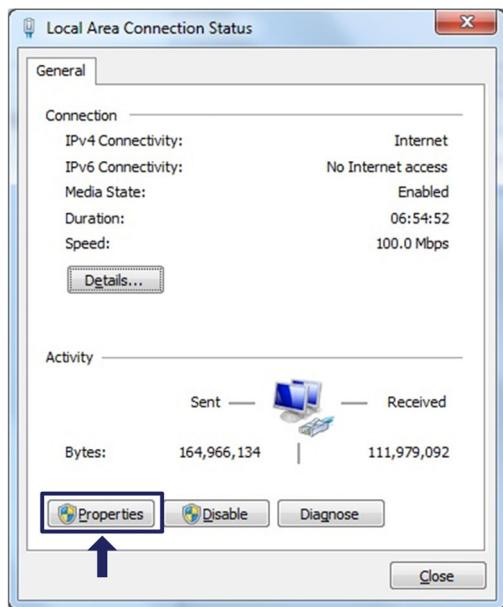

图3.7 网络属性
- ▶ 选择局域网连接。将出现图3.7中所示的窗口。点击属性。